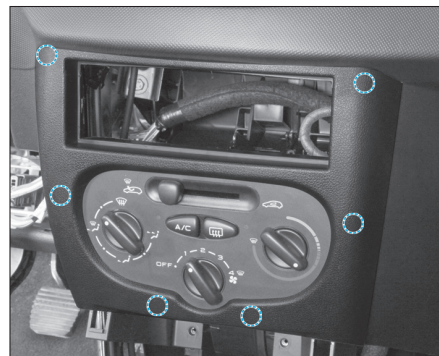

Fig. 22
- Dégrafer la façade centrale de la planche de bord en commençant par le haut puis la déposer (Fig.22).